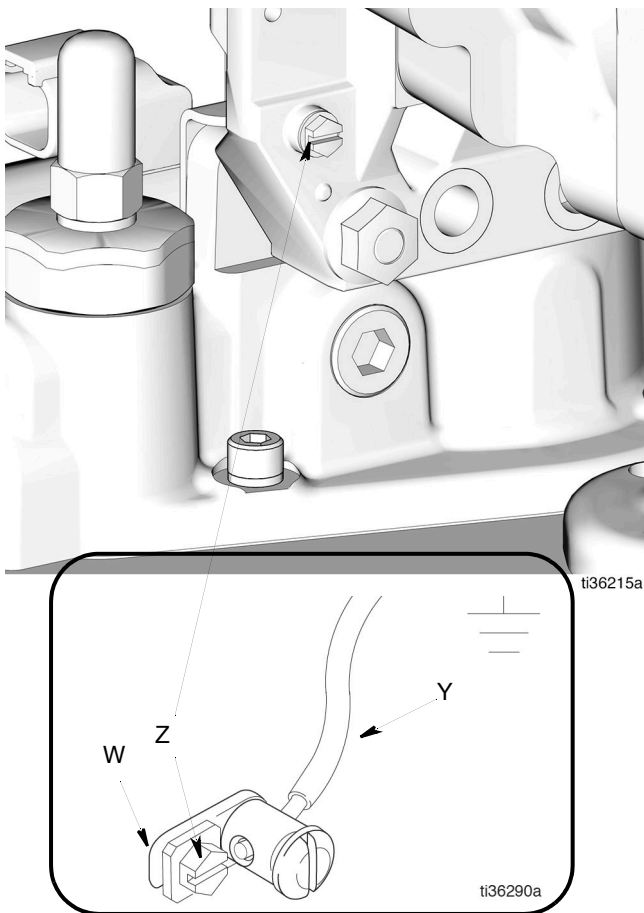

図 1
ポンプを接地するには: ギアボックスの背面にある接地ネジ (Z) を取り外し、接地線 (Y) の末端にあるリングターミナル (W) の孔口に挿入します。接地ネジ (Z) をポンプに締め付けて、しっかりと固定します。接地線 (Y) のもう一端を実際の土の地面に接続してください (図 1)。接地とワイヤのクランプを注文するには、部品番号 222011 を注文してください。